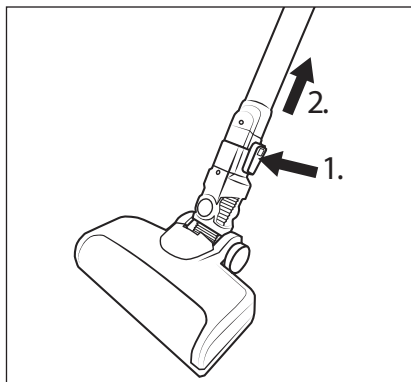

Fig. 12
- ♦ Para desmontar el cepillo para suelos **22** del tubo de aspiración **24**, mantenga pulsado el botón de desencastre del cepillo para suelos **23** y tire del tubo de aspiración **24** para extraerlo del cepillo para suelos **22** (consulte la fig. 12).